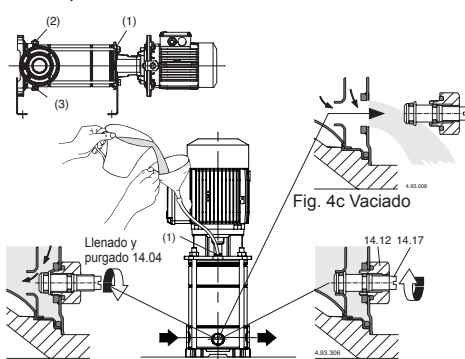

Fig. 4a Relleno:
través del orificio (1) (fig. 4a.4d).
Durante el llenado tener aflojados los tornillos tipo pasador (14.17) en el tapón de vaciado (14.12) para poner en comunicación la cámara de presión con la cámara de aspiración (fig. 4a).